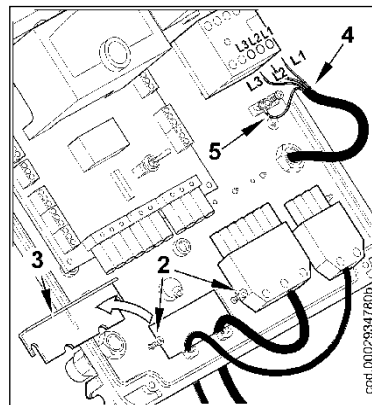

图2
- 2) 松开螺丝(2)，拿开电缆压板(3)，将7孔和4孔插头从孔中穿入，见图2。将电源线(4)与接触器联好，做好接地(5)，锁紧电线固定器。